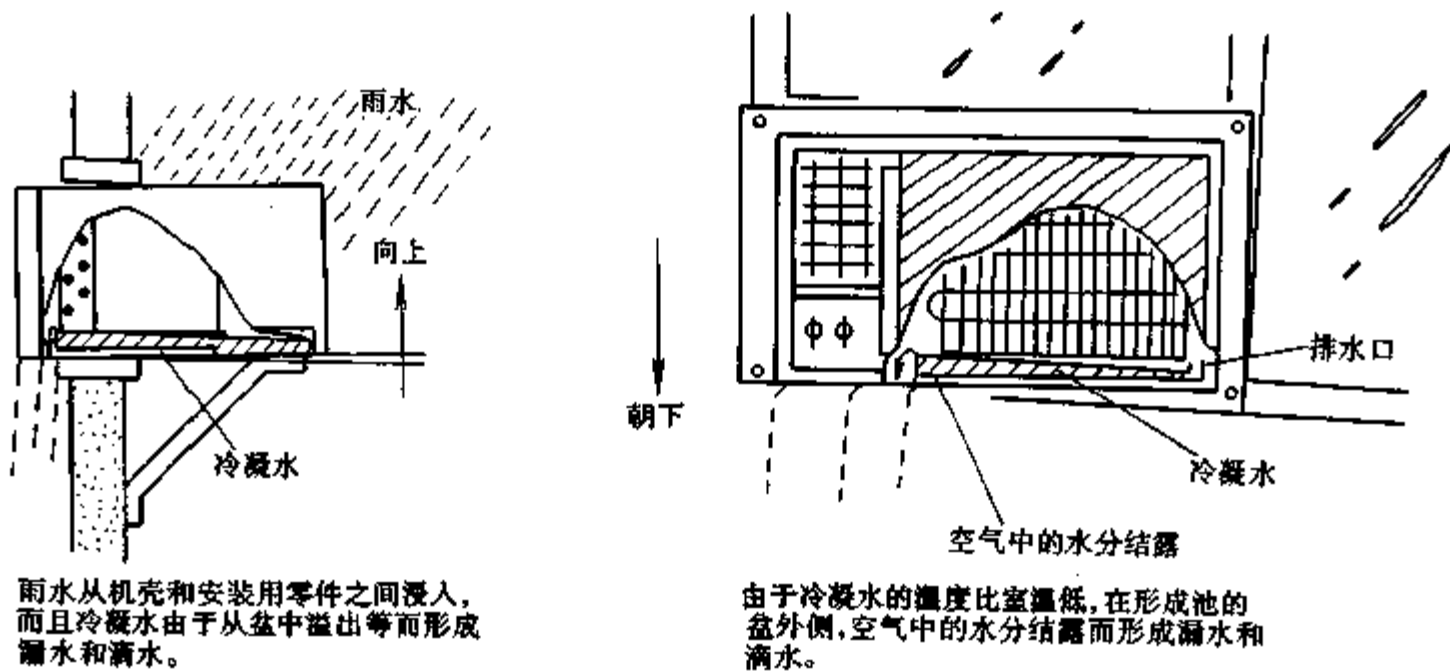
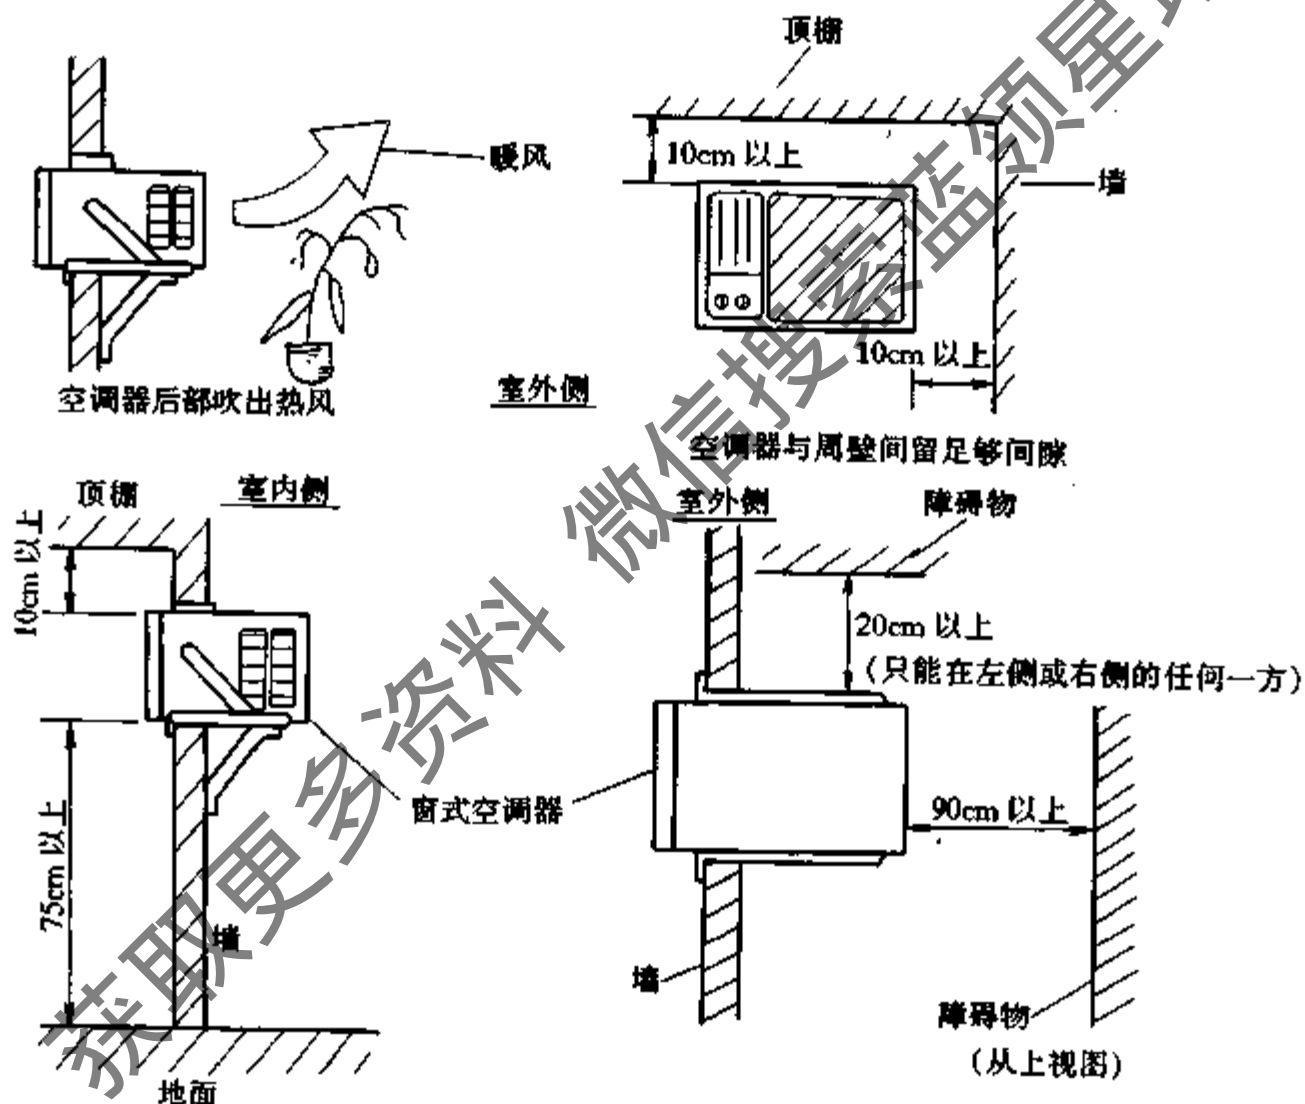

图 7-2 空调器产生漏水和滴水
图 7-3 窗式空调器安装位置图
(2) 应确认冷凝水的排水方向再进行安装:为了便于处理冷凝水,应使窗式空调器后部朝下(0.5-1cm)、左右呈水平地进行安装。否则易产生空调器漏水和滴水,如图 7-2 所示。
(3) 窗式空调器后部(室外侧)吹出的风与噪音应不影响近邻的场所。从窗式空调器后面吹出的风暖和,如直接对着动植物,会引起伤害。并且对着人体吹,人体也不舒适。
(4) 考虑到窗式空调器安装后的保养,应使主体左或右侧面及上面和墙间的空隙确保 10cm 以上。如图 7-3。并尽可能安装在中央,以利于冷气均匀循环,获得舒适的冷房效果。